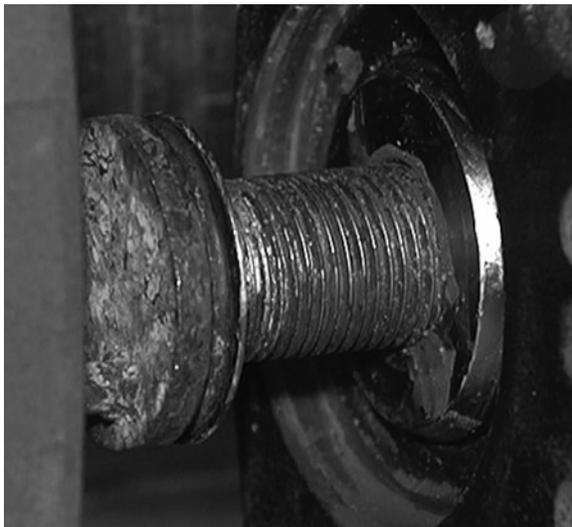

Figura 74: *Pistón ajustador corroído*
9. **Revise** la corrosión, el desgaste y el daño de la rosca del pistón ajustado (Figura 74).